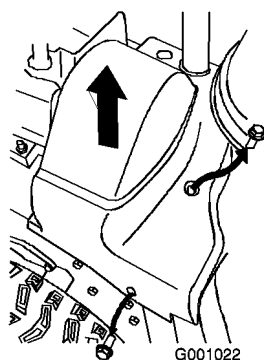

Figura 46
2. Alzate il lato destro del paracinghia (Figura 46).